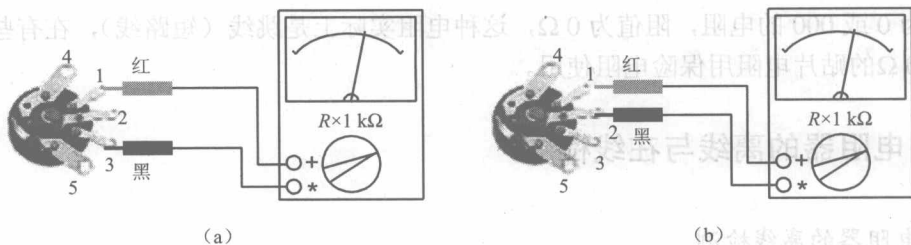

图 1.10 电位器标称阻值测量
① 电位器的标称阻值的测量。用万用表的欧姆挡测 1、3 两端,其读数应为电位器的标称值,如图 1.10 (a) 所示。如万用表的指针不动或阻值相差很多,则表明该电位器已损坏或质量不合格。
② 检查电位器的活动臂与电阻片的接触是否良好。用万用表的欧姆挡测 1、2 (或 2、3) 两端,如图 1.10 (b) 所示。将电位器的转轴按逆时针方向旋至接近“关”的位置(注意:这时电阻值越小越好,否则音量将会“关不死”。即电位器旋至音量最小处,但仍有声音输出)再徐徐旋转轴柄,电阻应逐渐增大,表头中的指针应平稳移动,旋至极端位置 3 时阻值应接近电位器的标称值。如表头中的指针在电位器的轴柄转动过程中有跳动现象,说明可变触点接触不良。如果将这种电位器用于收音机的音量控制,会出现噪声。机器受震动时,也会出现“喀喀”声。
③ 测试开关好坏。如果电位器带有开关,检查时用万用表低阻挡测 4、5 两端,旋转电位器轴柄,使开关一“开”一“关”,观察电表是否“通”或“断”。要“开”、“关”多次,注意是否每次反应都正确。